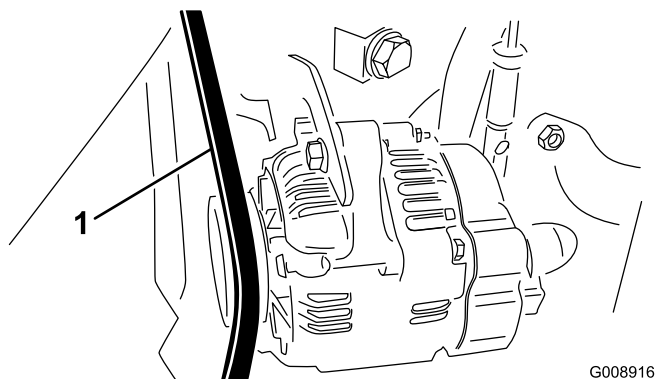

Рисунок 72
2. Проверьте натяжение, надавив на ремень генератора/вентилятора посередине между шкивами генератора и коленчатого вала с усилием 30 Н·м (Рисунок 72).